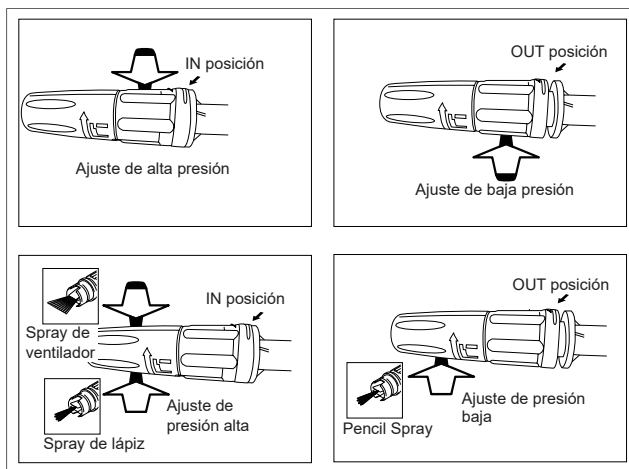

Fig.10
- La boquilla de pulverización ajustable tenía dos (2) posiciones (Fig. 10):